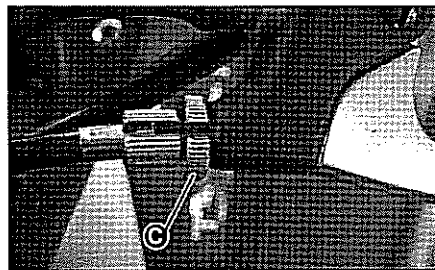

Fig. 2
2. Le levier de commande d'embrayage doit présenter en son extrémité in trajet à vide de 8 mm environ. Intervenez sur la vis de réglage "C" (Fig. 2). Dans le cas où l'embrayage "ne s'accouplerait pas" ou "qu'il resterait en permanence collé" régler la vis de réglage sous la couvercle droit. Faites réaliser cette opération par un concessionnaire ou un distributeur DERBI.